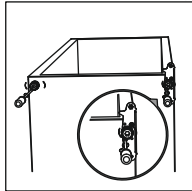

Рисунок 23
5. Отвинтите нижнюю петлю, затем снимите регулируемые ножки с обеих сторон (рис. 23).